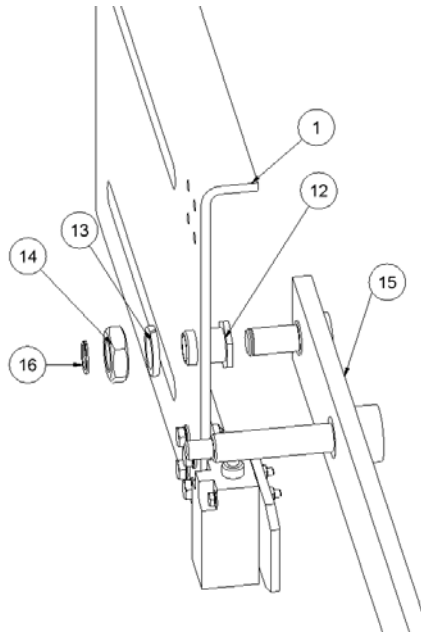

Abbildung 2
Führen Sie die Sechskantbuchse (12) in die Bohrung der Führungsbefestigung (1) ein. Befestigen Sie sie mit einem Federring DIN 127 M18 (13) und einer Mutter DIN 936 M18 (14). Nach Fixieren der Sechskantbuchse führen Sie die Achse der Gewichteträgerstange (15) in die Sechskantbuchse ein. Bringen Sie danach eine Sicherheitsscheibe DIN 471 D=12 (16) an, um ein Herausrutschen zu verhindern. *Abbildung 2*